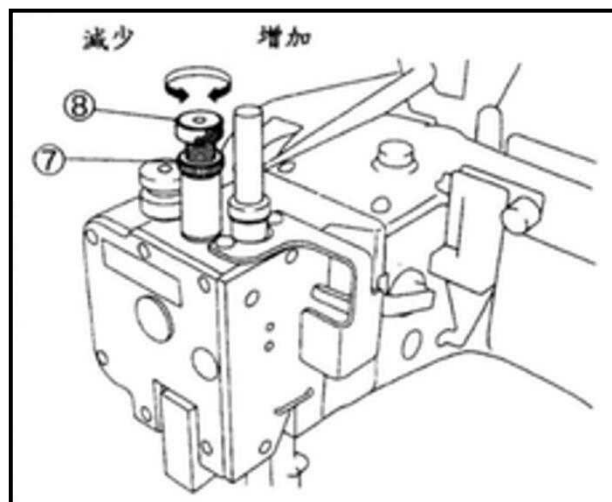

Fig.24
放松螺母⑦ 然后用压脚柱螺帽⑧ 来调压力。(Fig. 24)